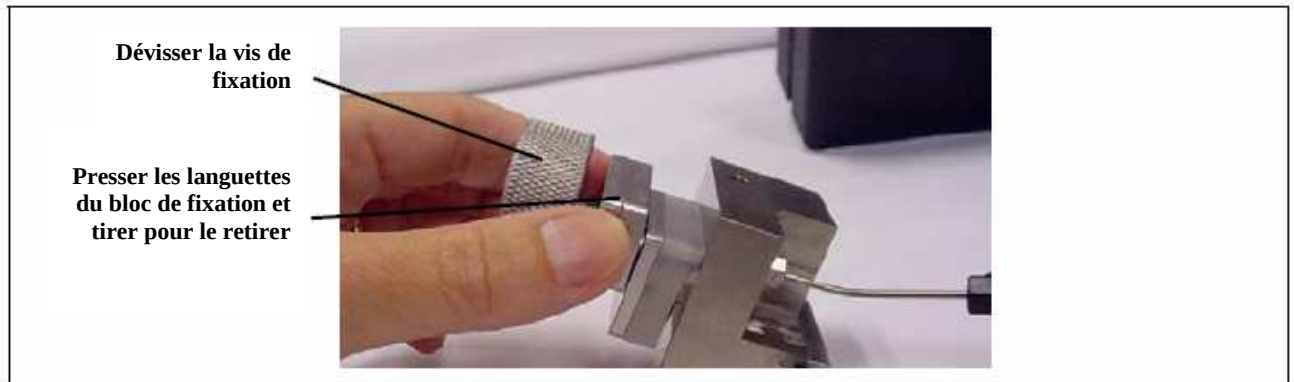

Figure 9.30. Démontage de la cellule ampérométrique.
6. Presser les languettes du bloc de fixation et retirer, de la cellule, le bloc et la vis de fixation (voir figure 9.30).